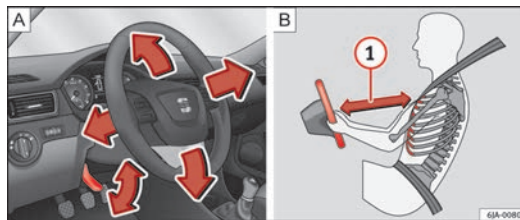

Abb. 101 Verstellbares Lenkrad: Hebel an der Lenksäule / der richtige Abstand des Fahrers vom Lenkrad
- Halten Sie mindestens einen Abstand von 25 cm zwischen Lenkradmitte und Ihrem Brustkorb  ⇒ Abb. 101  ⇒ Seite 144 ein. Wird dieser Mindestabstand nicht eingehalten, kann das Airbag-System nicht seine Schutzfunktion erfüllen – bei Auslösung kann Lebensgefahr bestehen!
- Schwenken Sie den Hebel unter dem Lenkrad nach unten ⇒ Abb. 101 A.